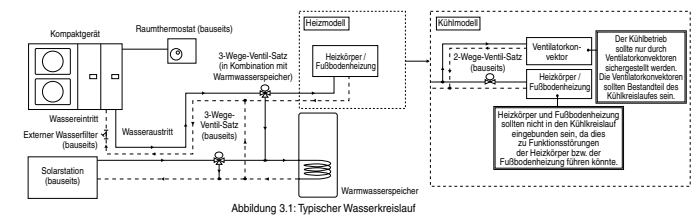

Abbildung 3.1: Typischer Wasserkreislauf
- Zum Anschließen von Heizkörpern, Fußbodenheizung, Warmwasserspeicher, Solarstation, 3-Wege-Ventil usw. siehe Abbildung 3.1. Ein fehlerhafter Anschluss der Rohrleitungen kann zu Funktionsstörungen des Geräts führen.